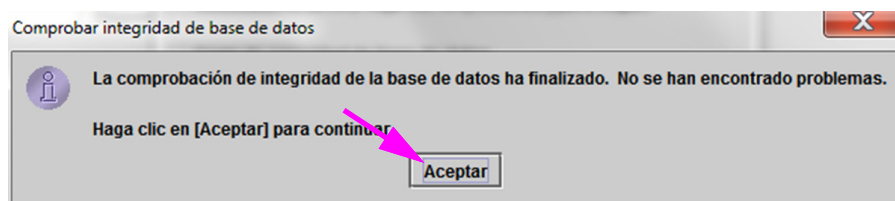

Figura 5-84. Cuadro de diálogo Compactación de base de datos completada
3. Haga clic en **Continuar** para compactar la base de datos. Cuando haya finalizado la compactación de la base de datos, aparecerá el cuadro de diálogo Compactación de base de datos completada. Consulte la figura 5-84.